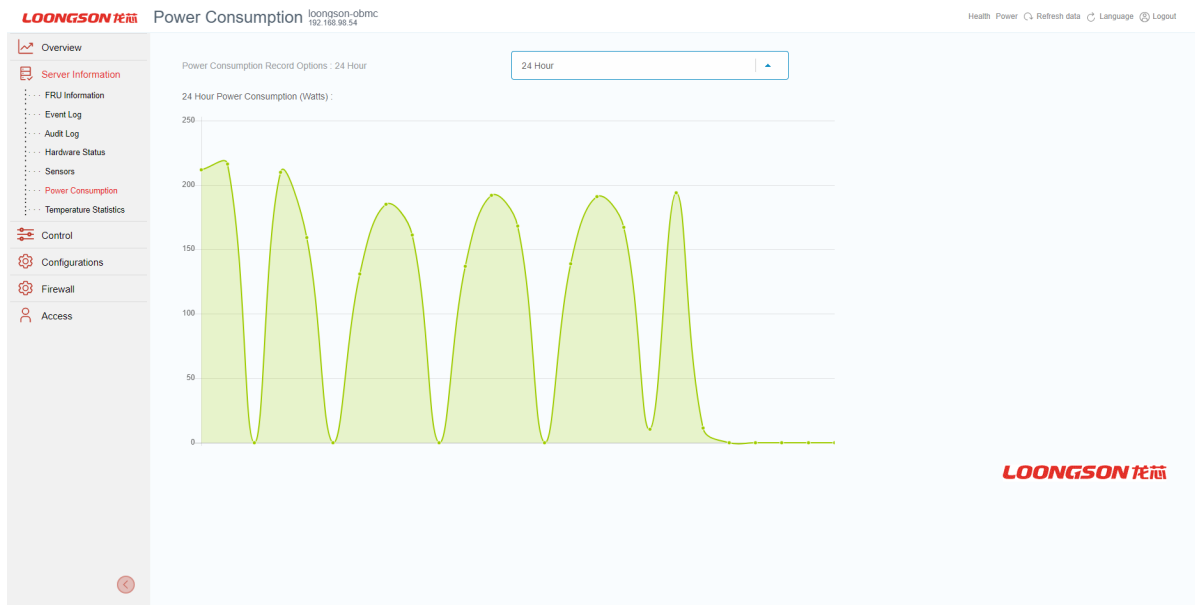

Рис. 70. Окно «Power Consumption»
7) Пройдите во вкладку «Server Information» → «Power Consumption» в данной вкладке представлен график энергопотребления сервером. Окно показано на рис. 70 Окно «Power Consumption»